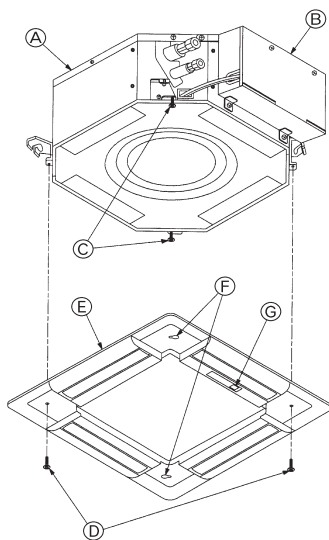

Fig. 8-6
8.3.2. Временная установка вентиляционной решетки (Fig. 8-6)